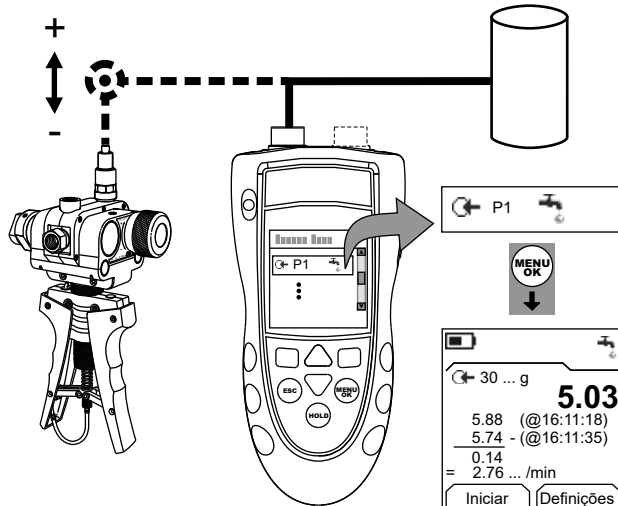

Figura 3: Configuração de exemplo – Teste de vazamento
1. Conecte o instrumento (Figura 3) e, se necessário, ajuste a *Configuração* (Tabela 1).